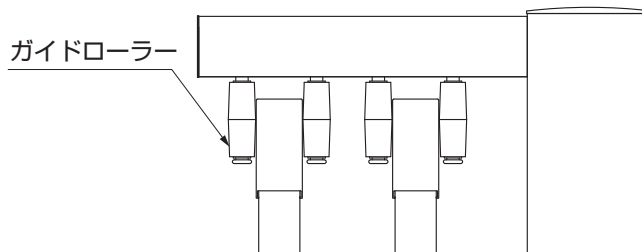

図5-2
- ②ガイド柱の埋込み位置、水平・垂直を確認し固定してください。(図5-2参照)